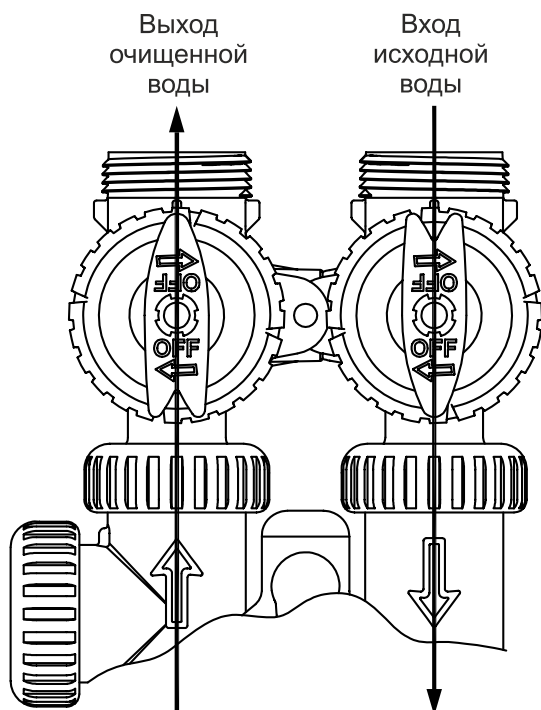

Рисунок 2
- 2. Положение «Байпас»:** Ручки Вход и Выход направляются к центру клапана байпаса; управляющий клапан отключается от давления воды из системы трубопроводов. Неочищенная вода подается в систему трубопроводов. (См. Рисунок 2).